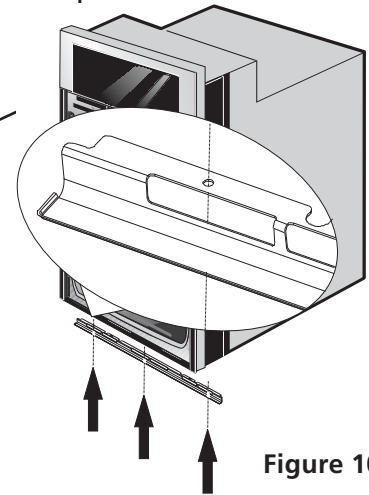

Figure 10
4. Installez maintenant la moulure inférieure à l'aide des vis fournies avec l'appareil (Figure 10).